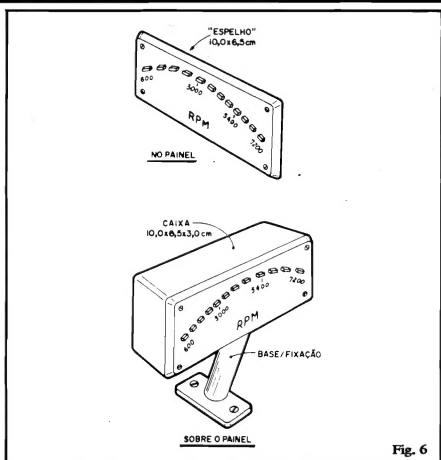

Fig. 6
- 1 - Caixa ou painel para acomodar a montagem. Esse item é totalmente dependente do tipo de acabamento e instalação finais pretendidas pelo montador (ver, adiante, a fig. 6).
- - Pedestais, bases e outros elementos de fixação para o escolhido painel ou caixa (ver, adiante, a fig. 6)
A "cara" final do COGIBA tem na fig. 6 duas sugestões básicas, nas quais o Leitor/Hobbysta poderá se inspirar (e, eventualmente, fazer algumas modificações, a seu gosto...). Na primeira opção, o circuito poderá simplesmente ser fixado atrás de um painel tipo "tapa-buraco" (encontrável em lojas de autopeças), com os 12 LEDs do "arco" passando por furinhos usados no dito painel. A segunda idéia, mais sofisticada, consiste no "embutimento" do circuito numa pequena caixa plástica (dimensões mínimas indicadas na figura), obviamente também com o "arco" de LEDs sobressaindo de furinhos estrategicamente feitos no painel frontal, sendo o **container** dotado de um pequeno pedestal/base, para fixação **sobre** o painel do veículo (a